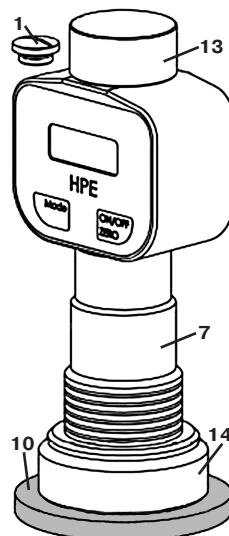

Рис. 7. Испытание на твердость по Shore OO/000.
1. Раскрутите крышку болта (1, рис.7)
2. Завинтите груз (13, рис.7) для Shore OO / OOO в резьбу.
3. Толкните зажимное кольцо (14, рис.7) на корпус давления (7, рис.7)
4. Поместите HPE II Shore OO / OOO перпендикулярно на образец (10, рис.7), когда включен HPE II.